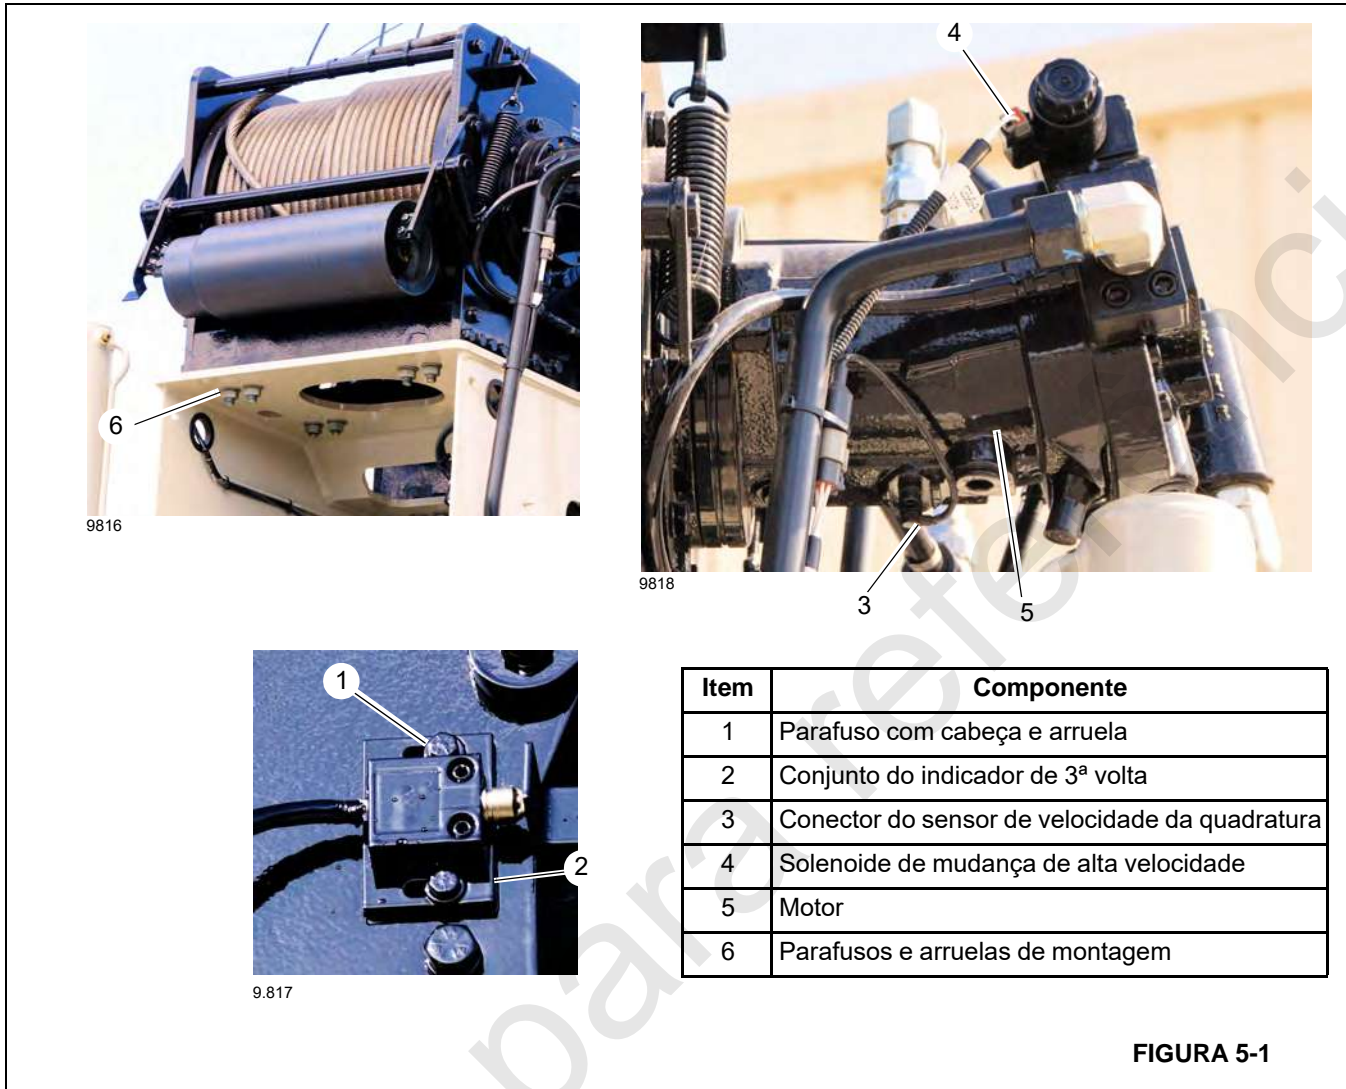

FIGURA 5-1
3. Remova dois parafusos (1, Figura 5-1) e remova o conjunto do Indicador de 3ª volta (2) do guincho.
4. Desconecte os conectores do solenóide de mudança de alta velocidade (4) e do sensor de velocidade de quadratura (3) do guincho.
7. Remova os parafusos e arruelas de montagem (6) do guincho.